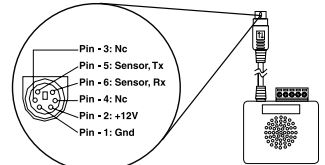

Figura 1: Conector PS/2 EnviroSense
- Enchufe el conector PS/2 del sensor EnviroSense (Figura 1) en el puerto PS/2 de la tarjeta accesorio SNMP. Refiérase a la documentación de la tarjeta accesorio SNMP (o PDU) para localizar este puerto.